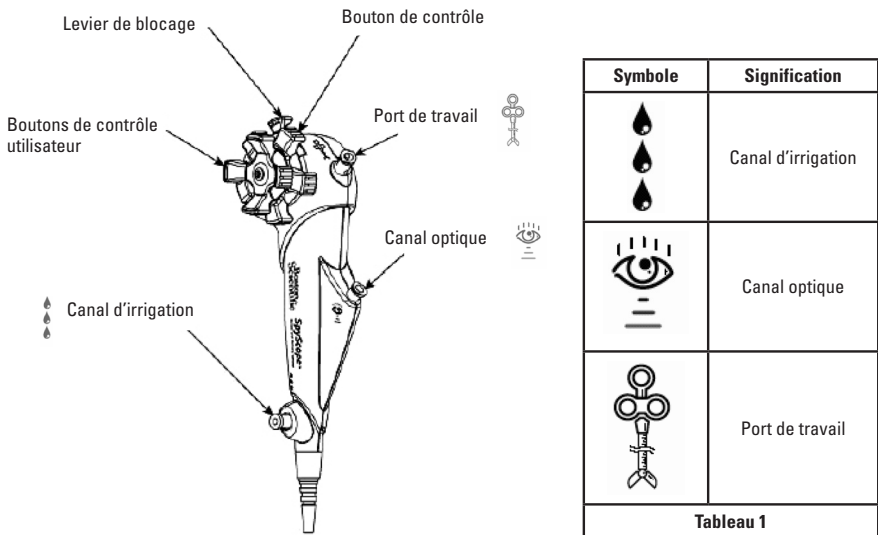

Figure 1.0 : Configuration de la poignée
Le cathéter d'administration est la section du dispositif qui est insérée dans le canal de travail du duodéroscope ; il est composé d'un tube multiple extrudé. Quatre lumières sont disponibles : l'une d'elle correspond au canal de travail, une autre au canal optique, et les deux autres sont destinées à l'irrigation. L'accès aux lumières se fait directement par des ports situés sur la poignée du cathéter d'accès et d'administration SpyScope. (Voir Figure 1.0)
- Chargez la sonde de visualisation directe SpyGlass™ dans le canal optique du cathéter d'accès et d'administration SpyScope. Le canal optique est situé sur la poignée du cathéter d'accès et d'administration SpyScope. (Voir Figure 1.0)
- Fixez l'adaptateur de port Y au canal de travail situé sur la poignée du cathéter d'accès et d'administration SpyScope. (Voir Figure 1.0)
15. Une fois le cathéter d'accès et d'administration SpyScope dans la position souhaitée, la position de la pointe peut être verrouillée à l'aide du levier de blocage. Le levier de blocage se trouve à côté des boutons de contrôle sur la poignée. (Voir Figure 1.0)
Remarque : si une résistance quelconque est rencontrée pendant l'introduction d'un dispositif dans le canal de travail du cathéter d'accès et d'administration SpyScope, relâchez le mécanisme de verrouillage du cathéter. (Voir Figure 1.0)